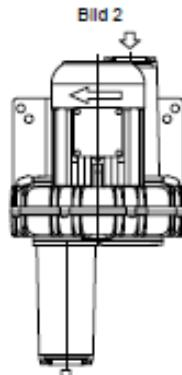
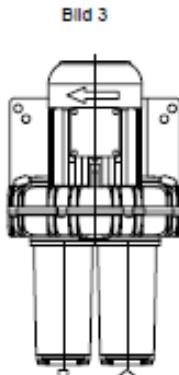
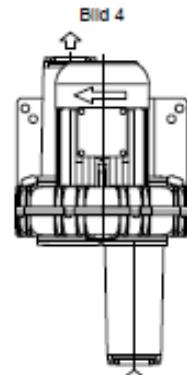

Bild 2
Bild 3
Bild 4
- Wählen sie die gewünschte Position aus: Bild 2, Bild 3 oder Bild 4.
Bild 2 mit 90°-Anschlussbogen
Bild 3 mit zwei 90°-Anschlussbögen
Bild 4 mit 90°-Anschlussbogen